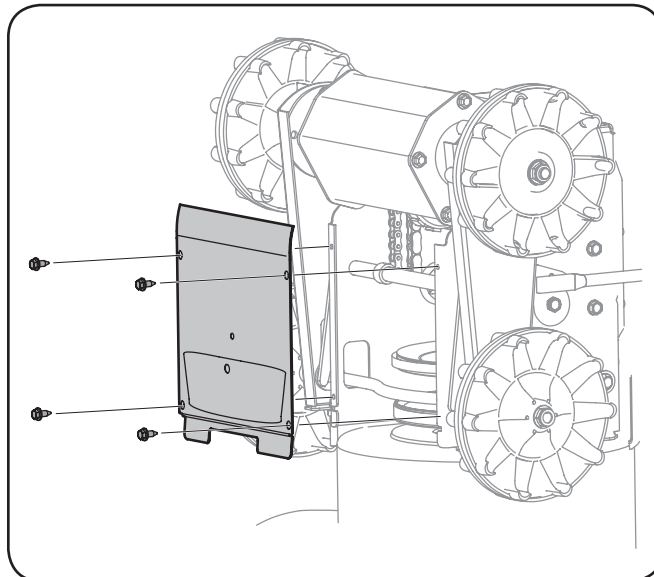

Figura 6-2
2. Saque la cubierta del marco desde debajo de la máquina quitanieve retirando los cuatro tornillos autorroscantes que la sujetan. Consulte la Figura 6-2.